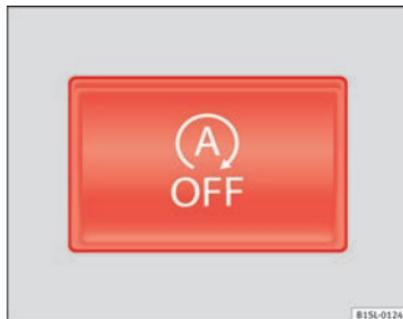

Fig. 103 En la parte superior de la consola central: tecla del sistema Start-Stop.
- Pulse la tecla  situada en la consola central ⇒ fig. 103.